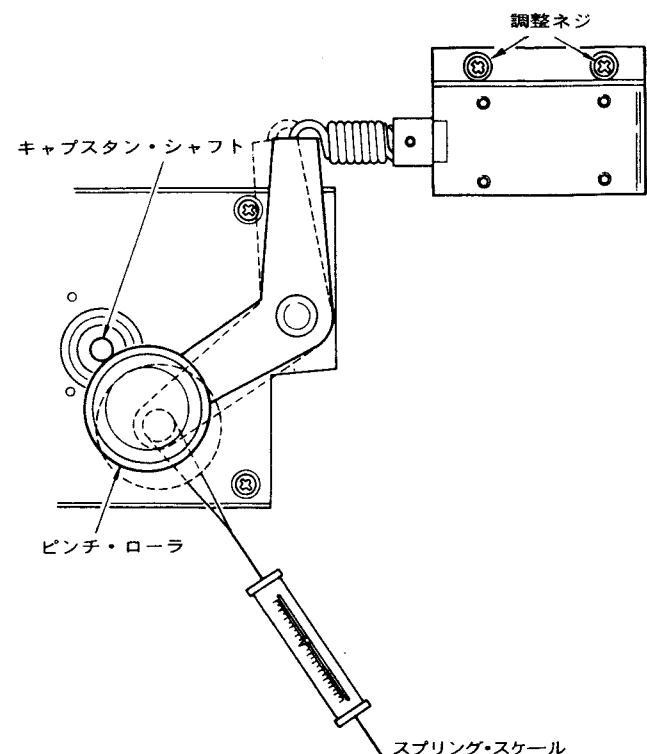

図1-7
- スプリング・スケールを図1-7に示すようにピンチローラ・シャフトにかける。
- この値の範囲外のときはソレノイドの位置を2本の止めねじをゆるめ調整する。(図1-7参照)